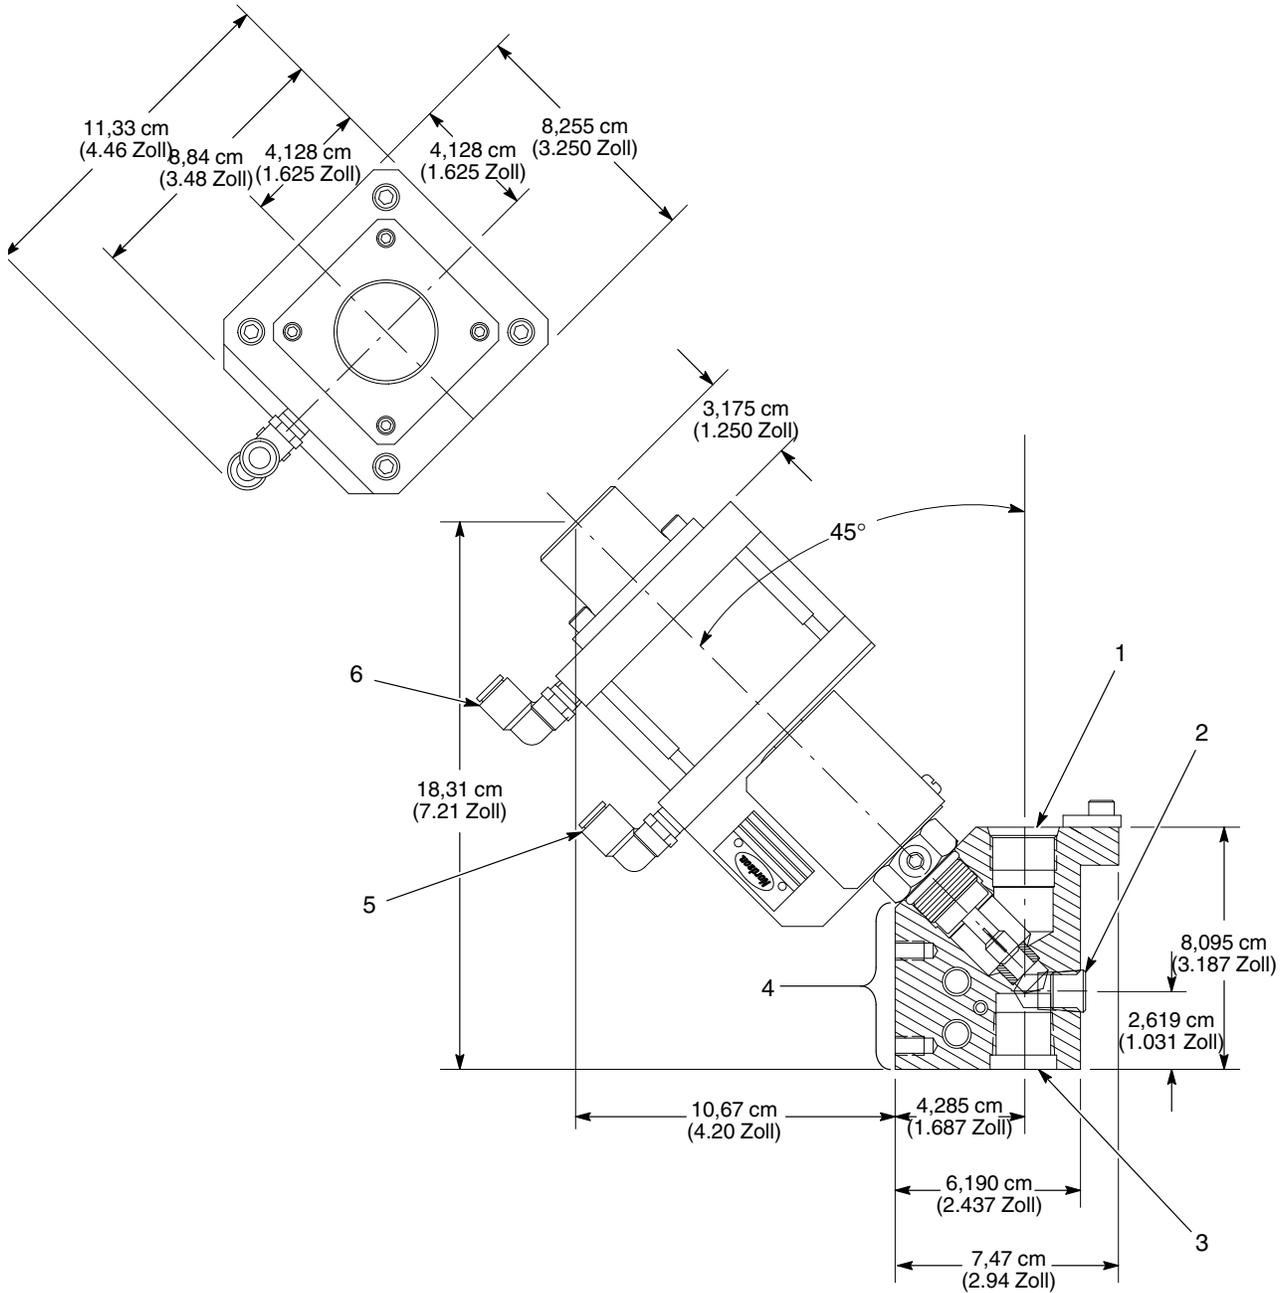
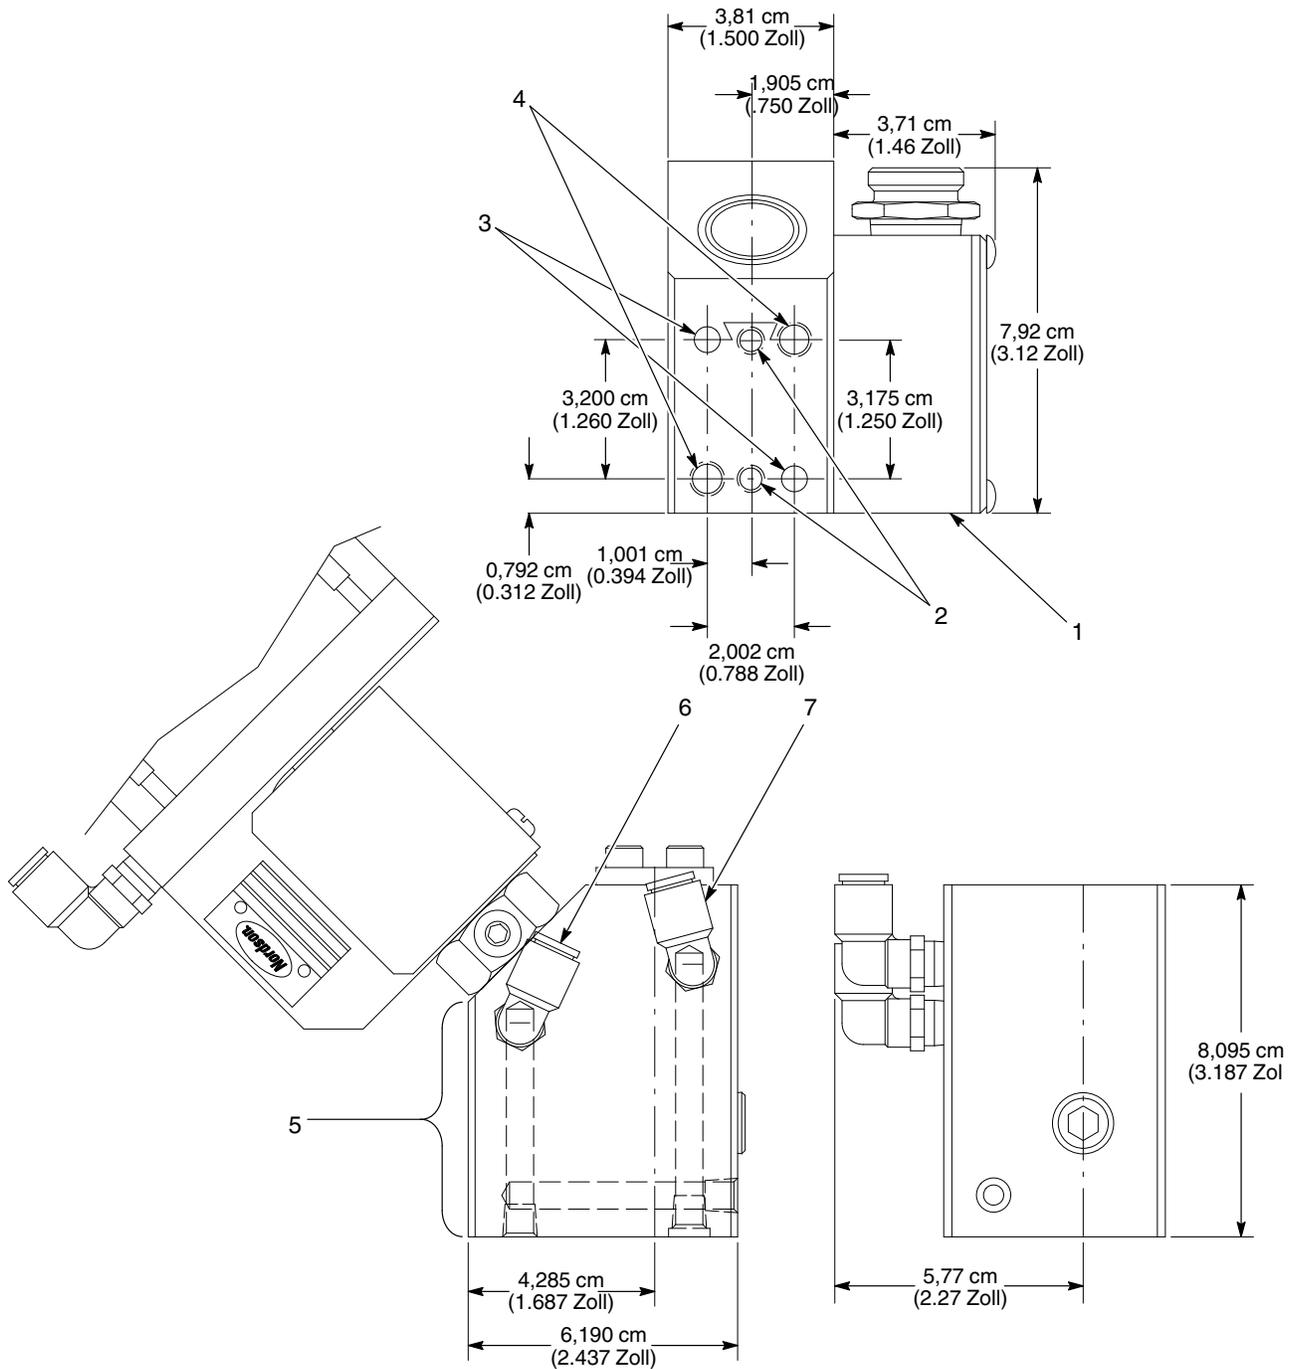
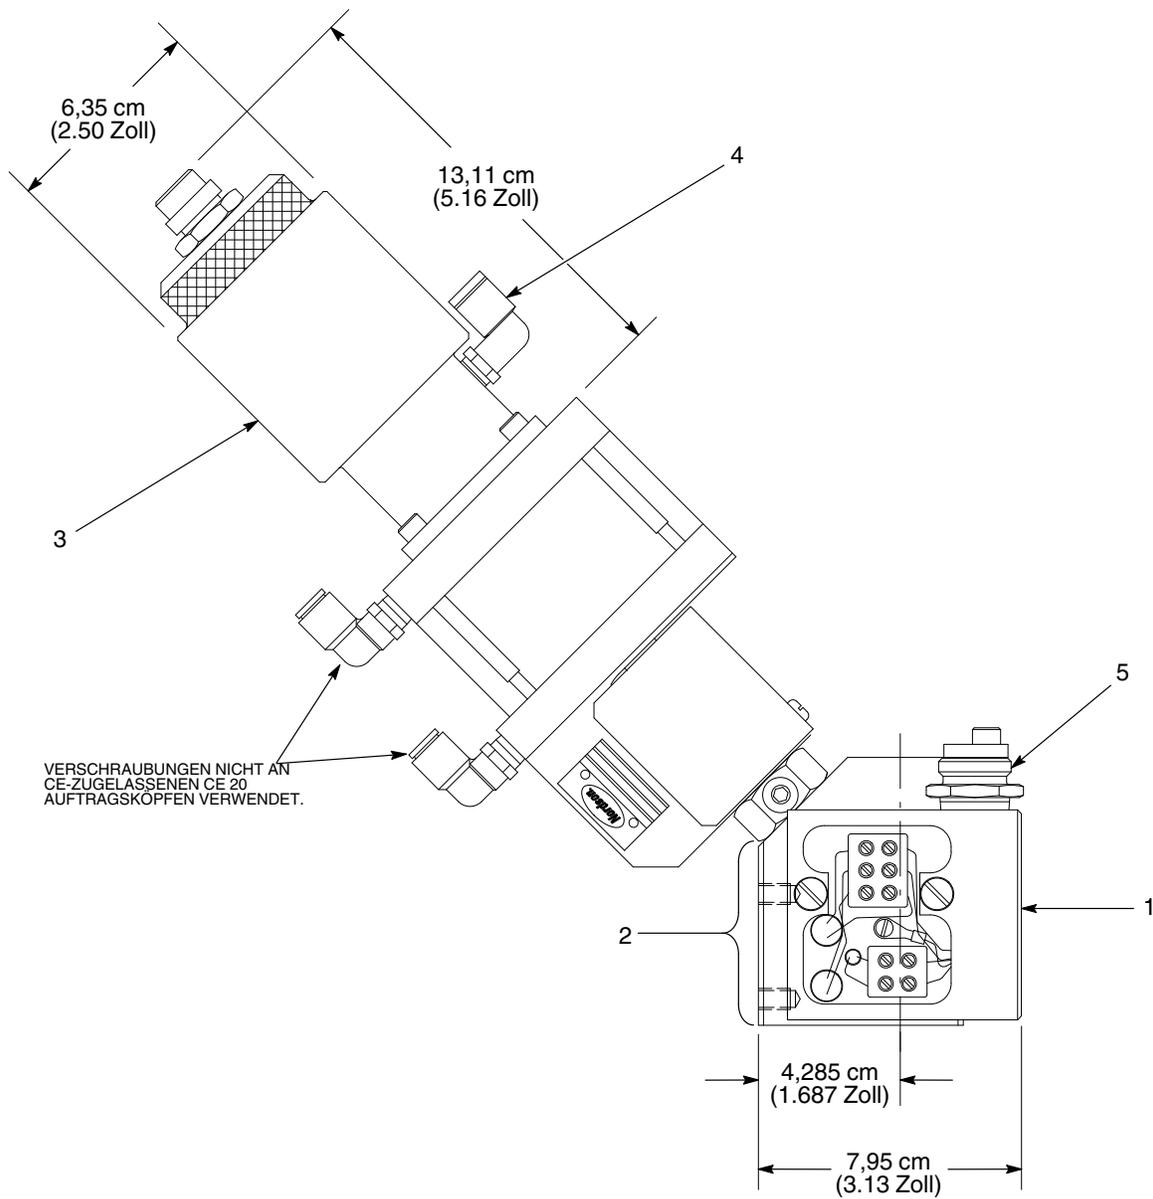

Abb. 3 Typische Maße des Auftragskopfs CE20 (unbeheizter Kopf, Draufsicht)
Abb. 4 Auftragskopf CE20 mit Temperaturkonditionierung und Montageflächenmaße
Abb. 5 Maße des typischen beheizten Auftragskopfs CE20 mit optionaler Federschließbaugruppe
Siehe Abb. 3 bis 5 zu den Montagemaßen für Ihr Modell des Auftragskopfs CE20. Abbildung 3 zeigt die Montagemaße des unbeheizten Auftragskopfs und eine typische Draufsicht eines Auftragskopfs. Abbildung 4 zeigt die Montagemaße eines Auftragskopfs mit Temperaturkonditionierung und die für alle Auftragsköpfe typischen Montageflächenmaße. Abbildung 5 zeigt die Montagemaße eines beheizten Auftragskopfs und der optionalen Federschließbaugruppe.
Siehe Abb. 4. Die Montage des Auftragskopfs an einem Roboterarm erfordert eine kundenseitige Vorrichtung für den Roboterarm, die speziell für die Anwendung konstruiert ist. Die Auftragsköpfe CE20 haben eine Montagefläche (5), die verschiedene Montageoptionen zulässt: mit 1/4-Zoll Passstiften (3), 1/4-20 Montageschrauben (2) oder M8 x 1,25 Montageschrauben (4).
1. Siehe Abb. 3. Eine Luftleitung vom Auftragskopf-Schließmagnetventil an das Winkelstück am Schließluftanschluss (6) anschließen.
2. Eine Luftleitung vom Auftragskopf-Öffnungsventil an das Winkelstück am Öffnungsluftanschluss (5) anschließen.
3. Siehe Abb. 5. Wenn Ihr Auftragskopf mit einer optionalen Federschließbaugruppe ausgestattet ist, eine Luftleitung an den Lufteingang (4) der Federschließbaugruppe anschließen.
Siehe Abb. 4. Zum Installieren der Zufuhrleitungen für die Temperaturkonditionierung einen Kühlmittelschlauch an den Eingangsanschluss (6) der Temperaturkonditionierung und einen weiteren Schlauch an den Ausgangsanschluss (7) der Temperaturkonditionierung anschließen.